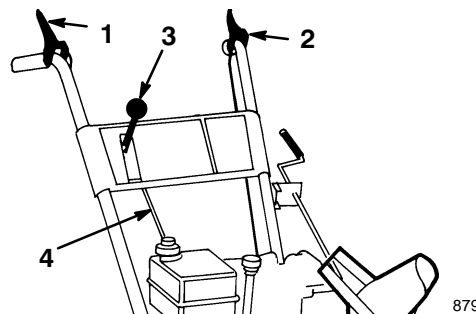

Figure 6
2. Mettez le changement de vitesse (Fig. 6) du panneau de commande en position R (marche arrière).
2. Réglez la position des deux écrous à embase sur la tige de commande de traction vers le haut ou vers le bas pour que l'extrémité de la manette de commande de traction (Fig. 6 et 7) soit à environ 11 cm (4 3/8") de la poignée.
4. Mettez le changement de vitesse (Fig. 6) en troisième vitesse.
3. Vérifiez la distance entre le bout de la manette de tarière/roue hélice et la poignée du mancheron (Figs. 6 et 9). L'écartement doit être d'environ 10 cm (4").